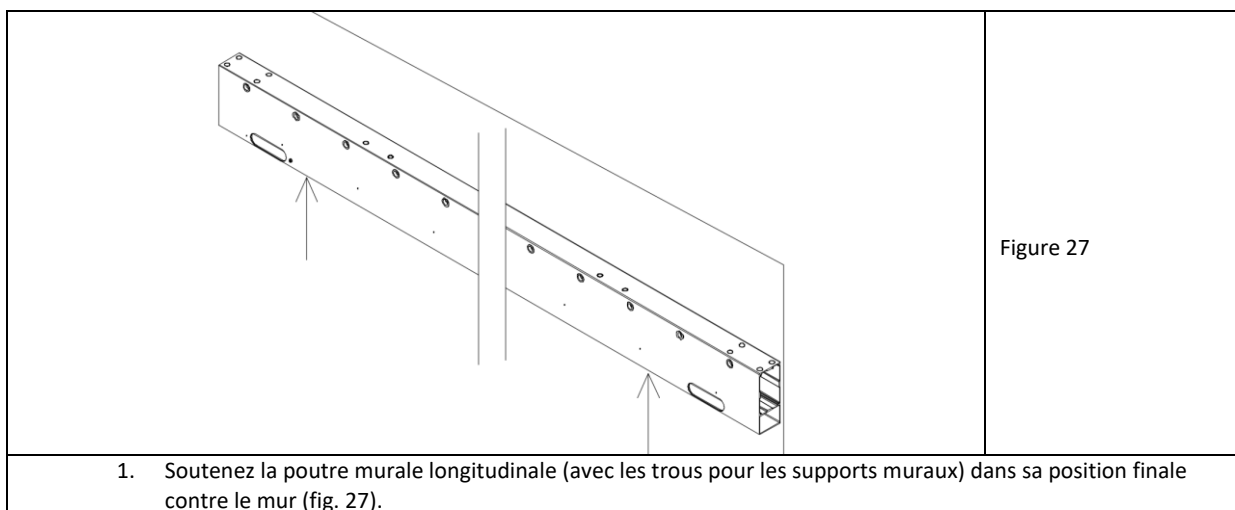

Figure 27
1. Soutenez la poutre murale longitudinale (avec les trous pour les supports muraux) dans sa position finale contre le mur (fig. 27).